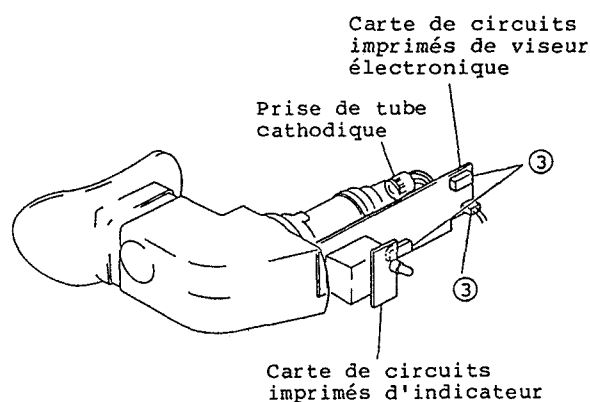

Fig. 2-153
3. Débrancher les deux (2) connecteurs (CN1D, CN401) et dessouder un (1) connecteur (CN803) de la carte de circuits imprimés de viseur électronique. (Se reporter à la figure 2-153)